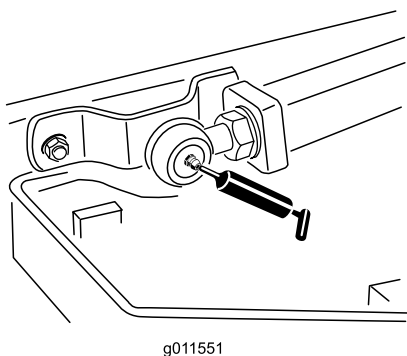

Figura 40
- Duas rótulas de elevação da barra de ligação (Figura 40)